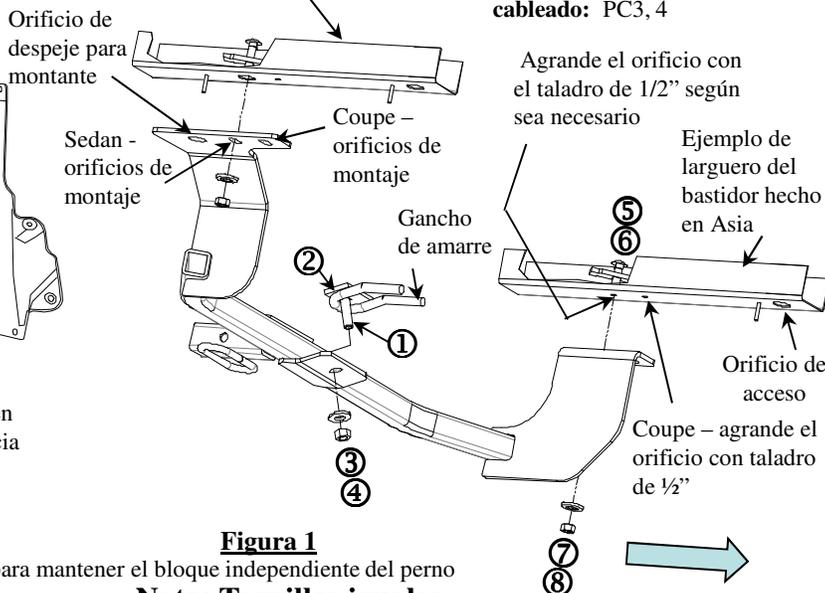

Figura 1
- Levante el lado del pasajero del enganche por encima del escape, e instale sin apretar el accesorio central, inserte los cables de halar a través de la ranura posterior en el Sedan y en la ranura delantera en el Coupe. Instale los tornillos restantes como se muestra. Ver Figura 1.